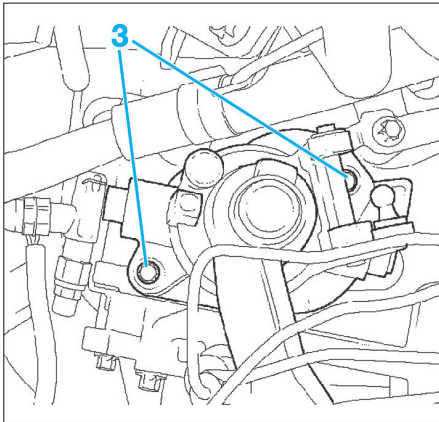

Fig. 11
- Retirer les câbles de commande (1) de la patte d'appui (2).
- Déposer les deux vis (3) (Fig.11).